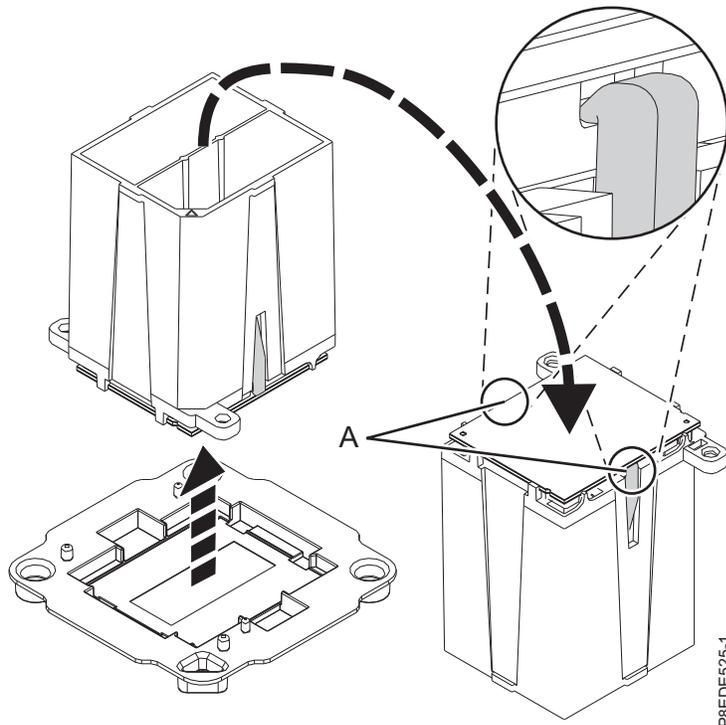

図 164. システム・プロセッサ・モジュールの取り付けの準備
- b. 両方のおご部 (A) がしっかりとシステム・プロセッサ・モジュールをつかんでいることを確認します (図 164 を参照)。